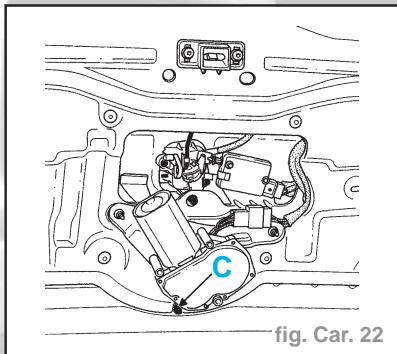

fig. Car. 22
- Juste après la pose du mastic sur la lunette, la présenter au-dessus de son logement sur le hayon et la centrer en mettant en place le pion (C) dans son logement sur le bord de tôle du hayon (fig. Car. 22).